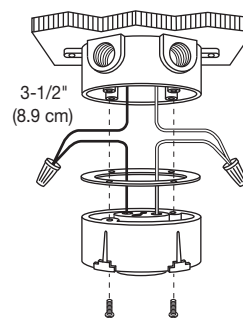

Figura 2b
##### 3b. Usando una caja circular de 4-1/8" (10.5 cm) (Figura 2b):
- Fije el conjunto del portalámparas al anillo adaptador utilizando los tornillos de montaje del conjunto del portalámparas (Figura 2b).